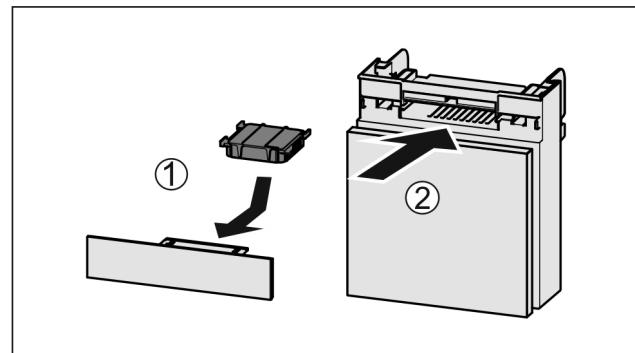

Fig. 129
- Aktivkohlefilter nach Abbildung einsetzen Fig. 129 (1).
► Fach einschieben Fig. 129 (2).